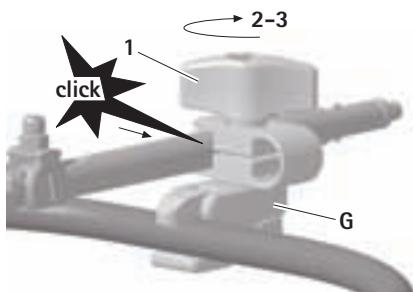

Rys. 6
- ▶ Zacisk mocujący G zatrzasnąć w żądanym położeniu na ramie 4 (BV814R/BV815R), patrz Rys. 6. Zacisk mocujący G trzyma się samoczynnie na ramie 4.